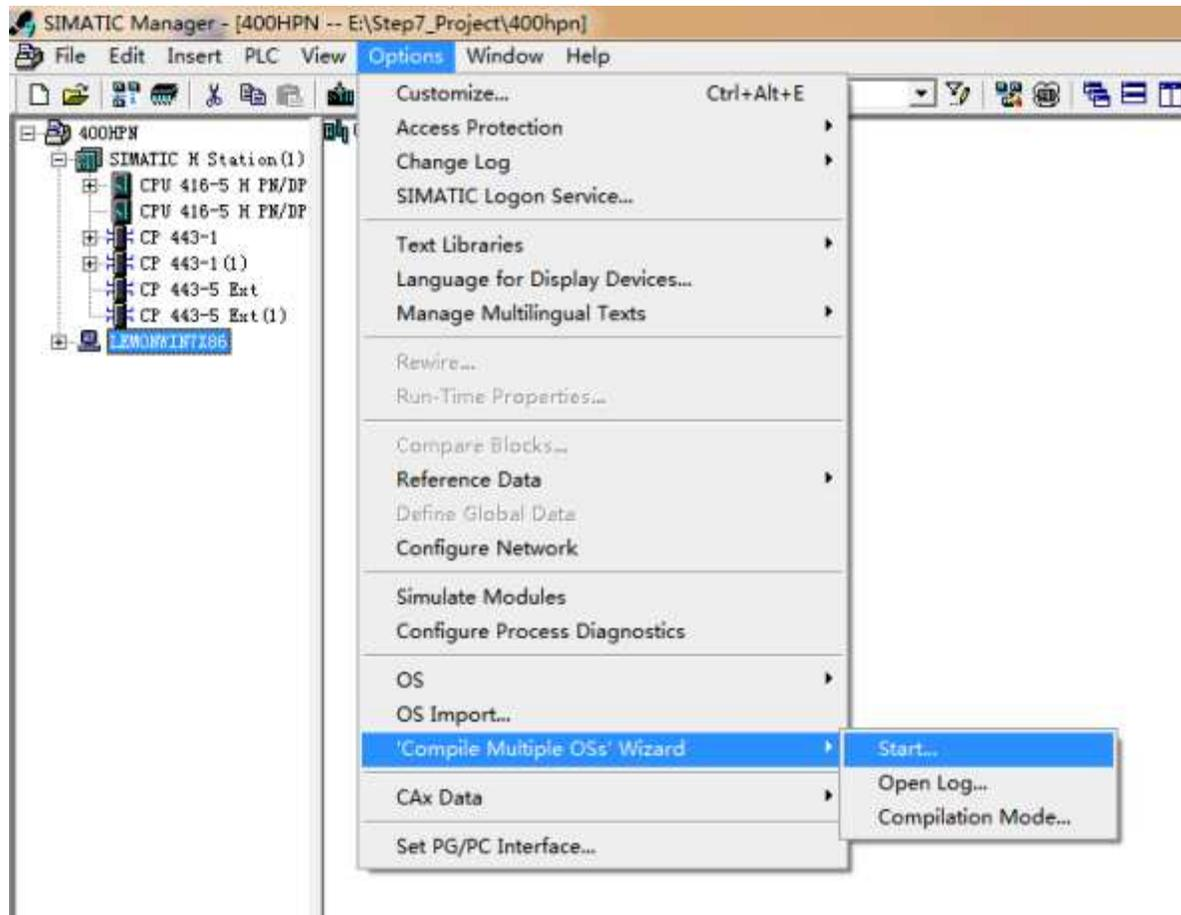

图11
(C) 选择Options-‘Compile Multiple OSs’ Wizard-Start，执行AS-OS编译，如图11所示。